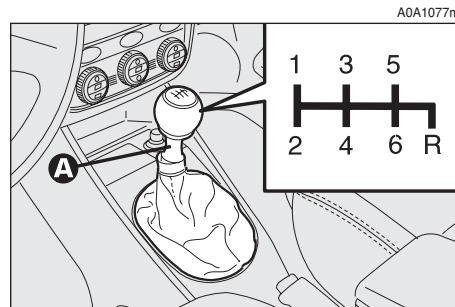

fig. 125
En las versiones con 6 velocidades, para acoplar la marcha atrás (R) levante (con la misma mano que empuña la palanca) la argolla (A-fig. 125) ubicada debajo de la empuñadura.